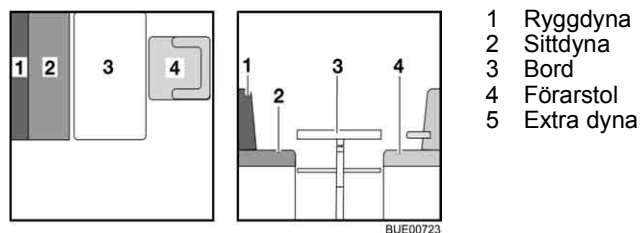

Bild 120 Före ombyggnaden
- Vrid förarstolen (Bild 120,4) och skjut fram den så långt det går.
- Bygg om bordet (Bild 120,3) till sängbotten (se avsnitt 6.11).
- Lägg ryggdynan (Bild 120,1) åt sidan.